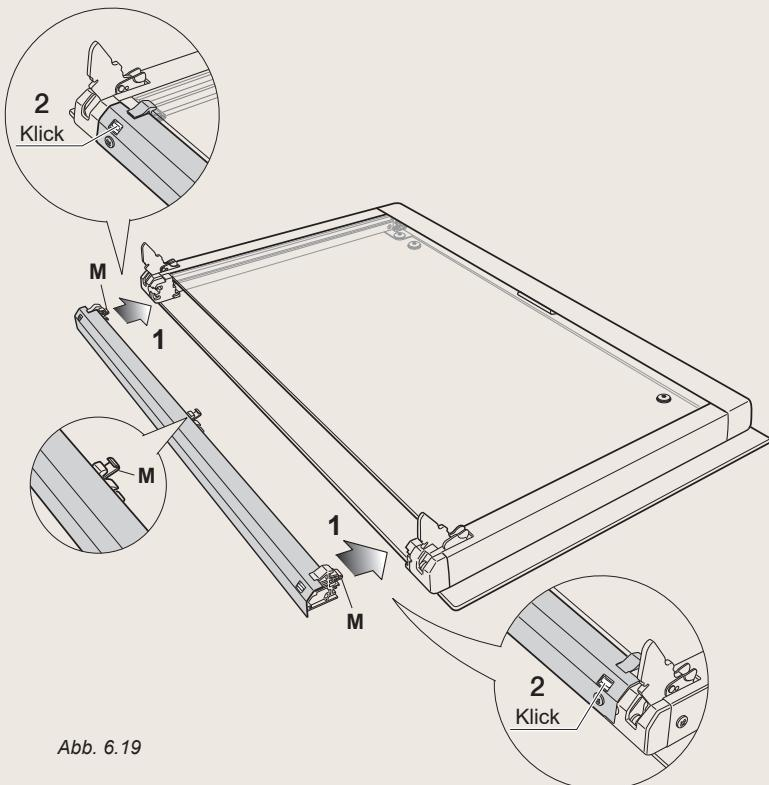

Abb. 6.19
1. Bringen Sie die Glashalterung an, wie Abb. 6.19 zeigt. Sie muss sich auf der Unterkante der äußereren Glasscheibe befinden. Prüfen Sie, ob die Klemmen "M" nicht verformt oder beschädigt sind.